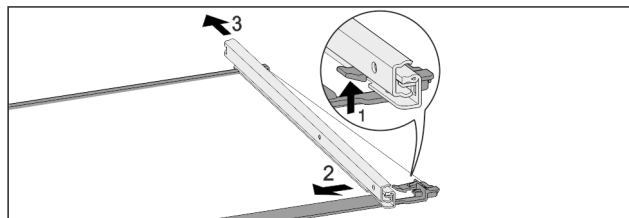

Fig. 165 Skleněná deska s kolejničkami
- Přední aretační háček zatlačte nahoru. *Fig. 165 (1)*
- Výsuvnou kolejničku vysuňte stranou *Fig. 165 (2)* a dozadu *Fig. 165 (3)*.